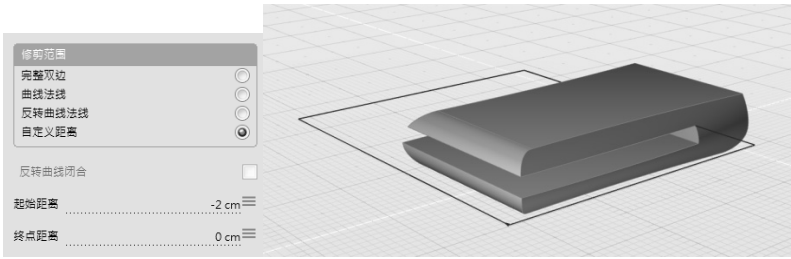

图 4-127 设定修剪范围为“自定义距离”（左）以获得结果（右）
- 当选中“自定义距离”单选按钮，并将“起始距离”参数修改为“-2cm”时，可获得结果如图 4-127 所示。